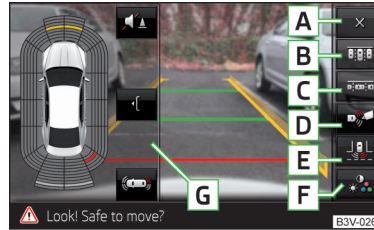

Fig. 176
Suprafețe de comandă funcții » fig. 176
- Atingeți suprafața de comandă funcții **[C]** » fig. 176 la pagina 142.